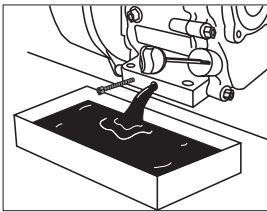

Fig. 27
2. Remova a vareta de óleo e o parafuso de drenagem (7), para que o óleo escorra pelo furo de drenagem, recolhendo-o em uma bandeja adequada [Fig. 27].